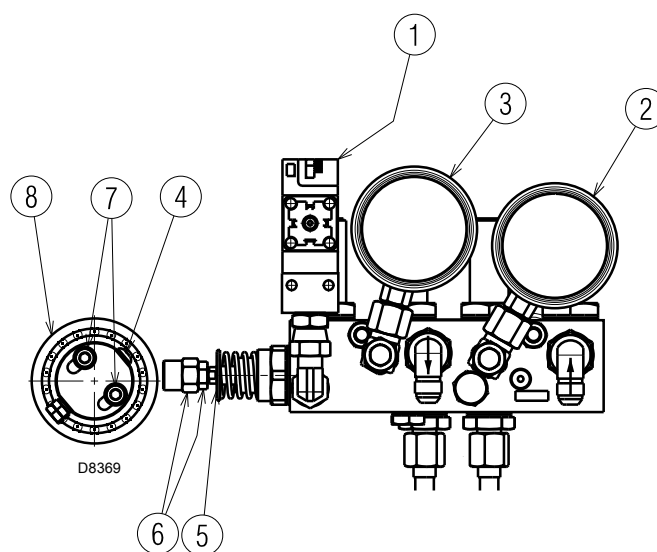

图 36
拧松螺丝 7) (图 36) 后，转动螺丝 4) (图 36) 调整偏心轮。
顺时针旋转螺丝 4) (图 36) 增大偏心率，以增加喷嘴最大和最小回油压力差。
图例说明 (图 36)
操作时通过旋转螺母 6) (图 36) 调节轴的长度 5) (36)。
建议进行快速有效设定，火焰不产生烟气即可，以便燃烧器尽快达到最大出力 (最大出力时伺服马达角度为 130°)：设定偏心轮上的回油压力 (图 36) 以达到喷嘴所需出力，然后继续设定中间出力。